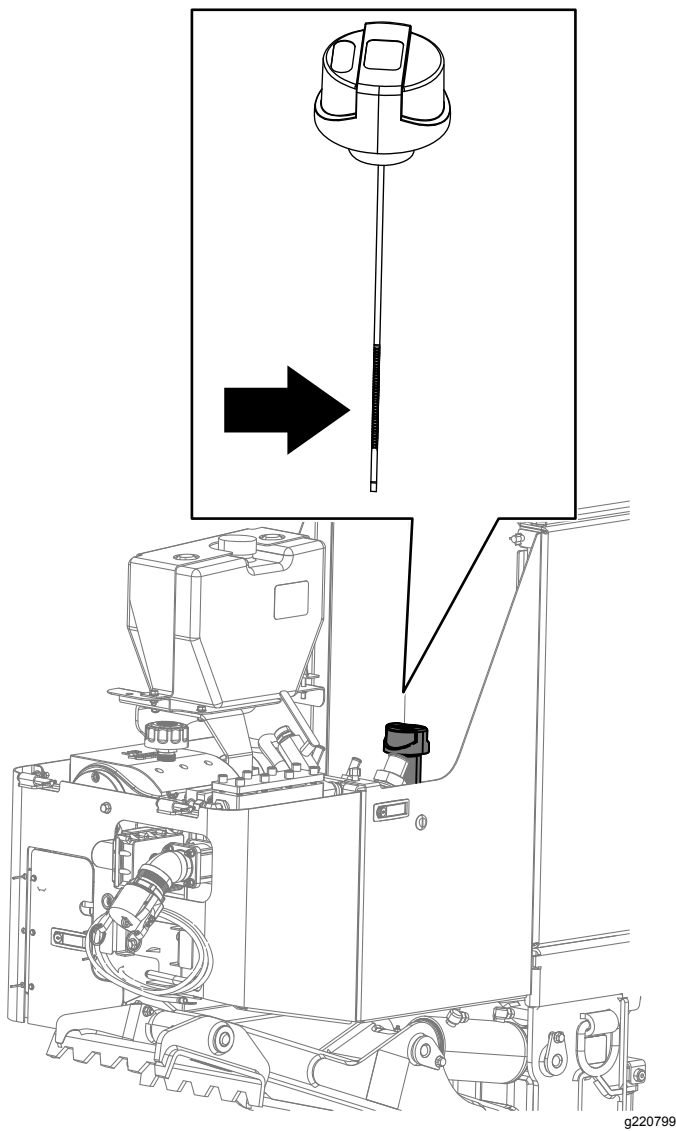

Figura 112
10. Coloque un recipiente debajo del filtro y retire el filtro (Figura 112).